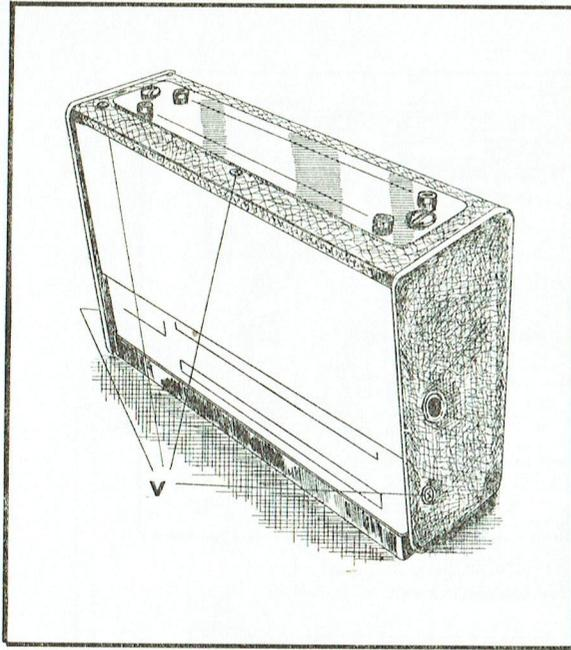

fig. 13
- Dévisser les 4 vis V (fig. 13)